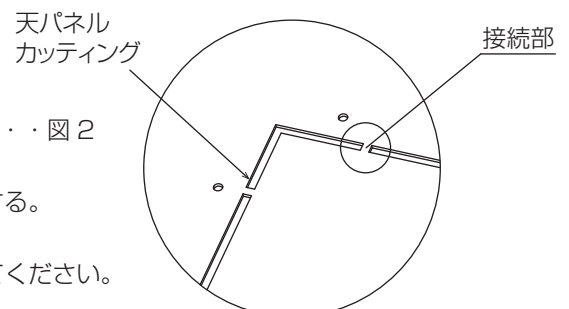

図 2
1. 天パネル上部のカッティングの接続部 (10 カ所) を切断する。・・・図 2